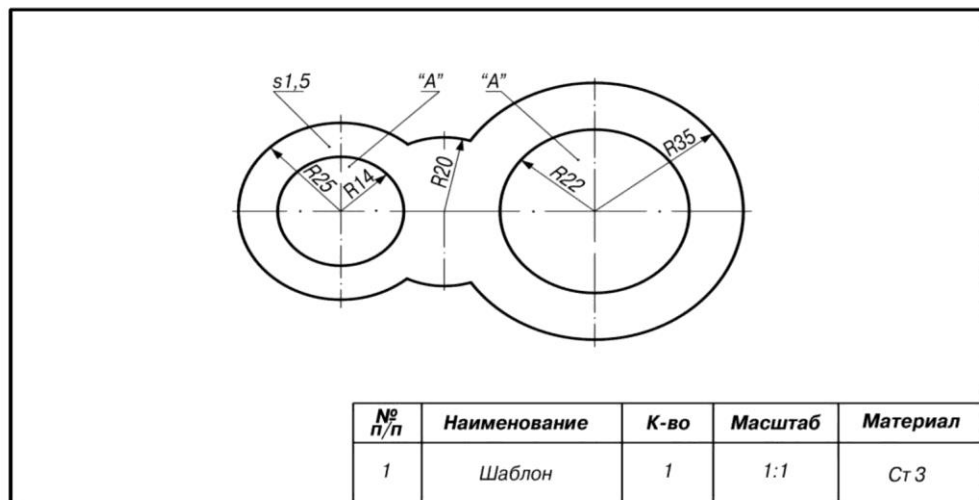

Рис. 1. Шаблон для игольниц
1. Предельные отклонения размеров готового изделия (Рис. 1.) в соответствии с чертежом ± 1 мм.